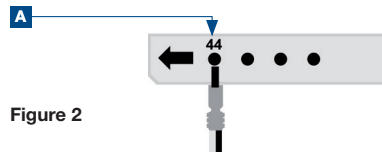

Figure 2
- 08 Enfichez le câble (noir/blanc) dans le connecteur XE1 (figure 2)